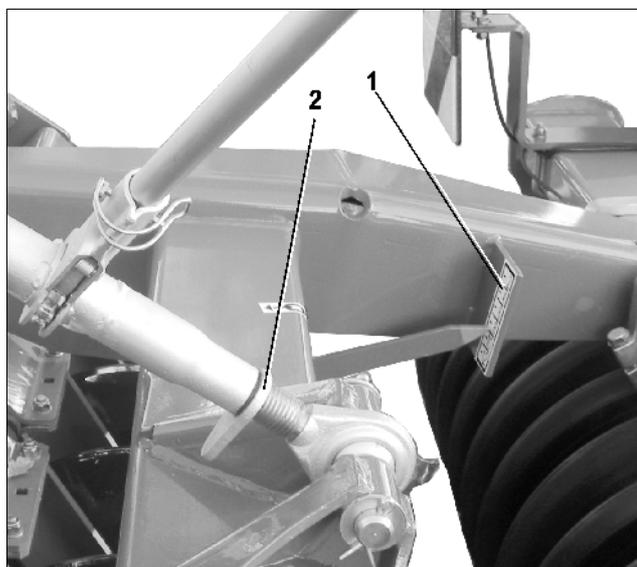

Fig. 16
- Kontroller den innstilte arbeidsdybde ved å se på skalaen på kileringtrommelens bærearmer (Fig. 16/1).
- Skru fast innstillingsspindelens posisjon med kontraspaken (Fig. 16/2).